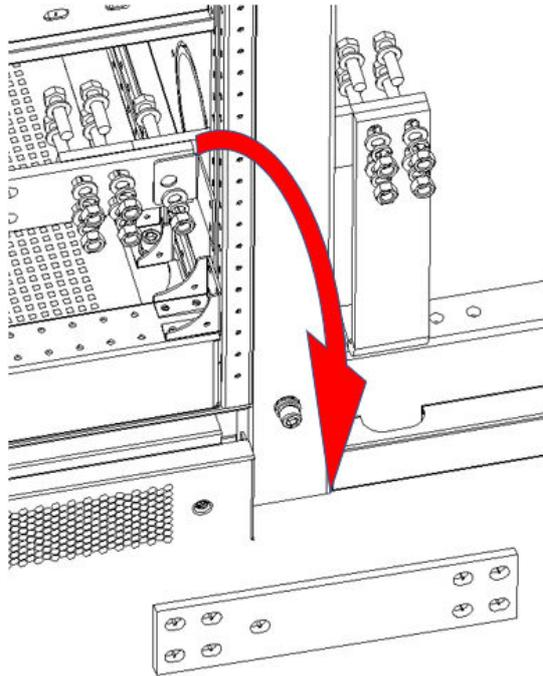
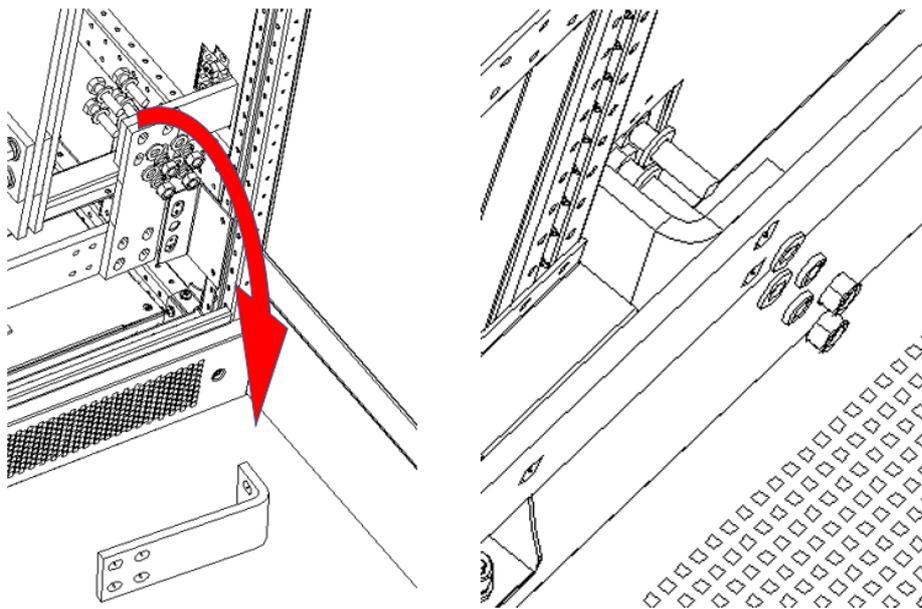
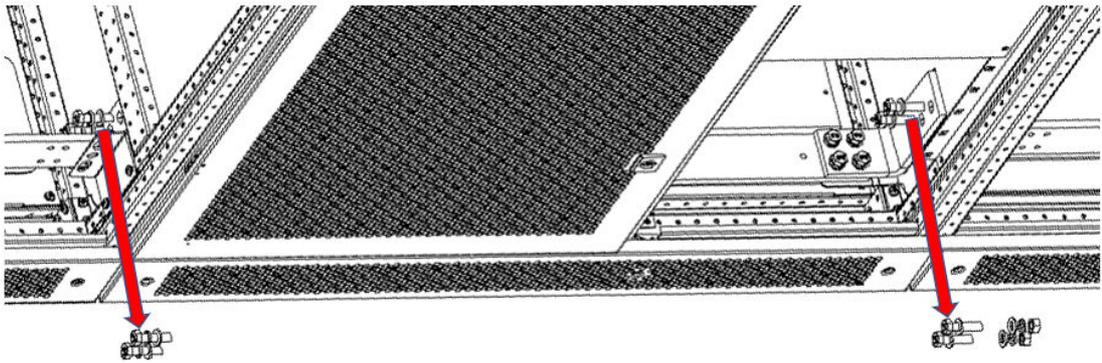

图3-7 中压进线柜与变压器柜间 PE 排连接示意
图3-8 变压器柜与进线母联柜/进线柜间 PE 排连接示意
图3-9 EPK 选件柜间 PE 排连接示意
1. 连接设备间保护导体（PE），打开所有设备的后门，连接点设置在机柜后下部，中压进线柜与变压器柜间 PE 排连接示意图 3-7，变压器柜与进线母联柜/进线柜间 PE 排连接示意图 3-8，EPK 选件柜间 PE 排连接示意图 3-9。收紧螺栓，确保模组全部组件的 PE 导体完全有效连接。